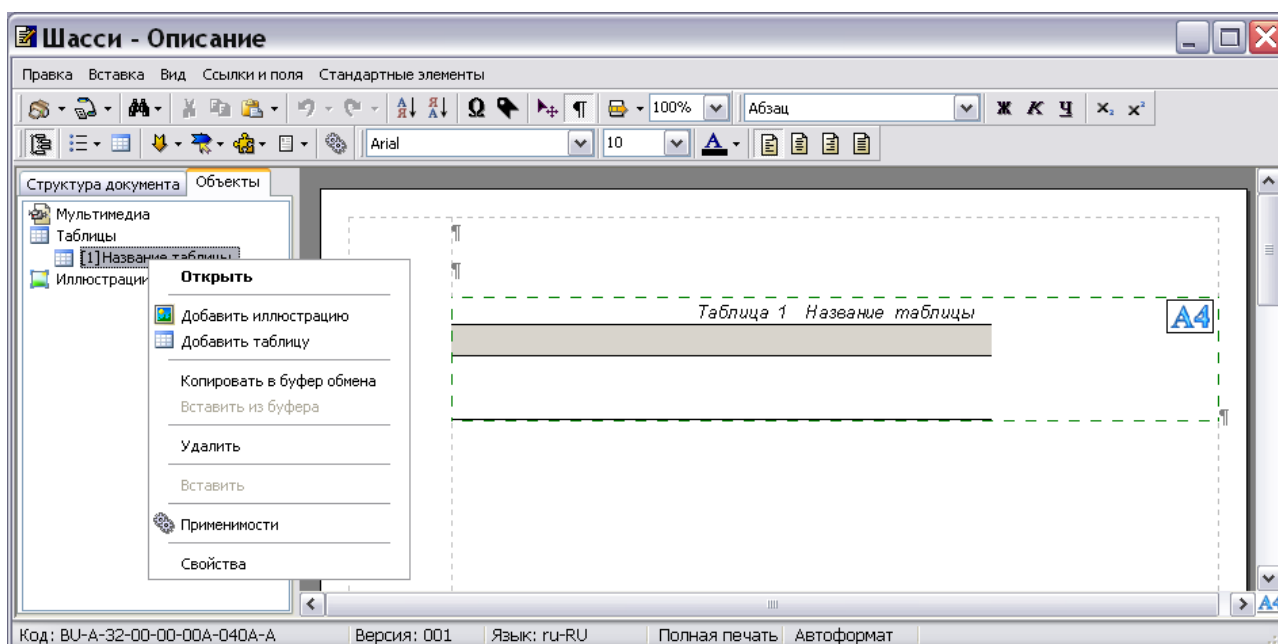

Рис. 5.93
- Для редактирования параметров таблицы на вкладке **Объекты** щелкните правой кнопкой мыши по названию объекта «Название таблицы». При этом появится контекстное меню (Рис. 5.93).